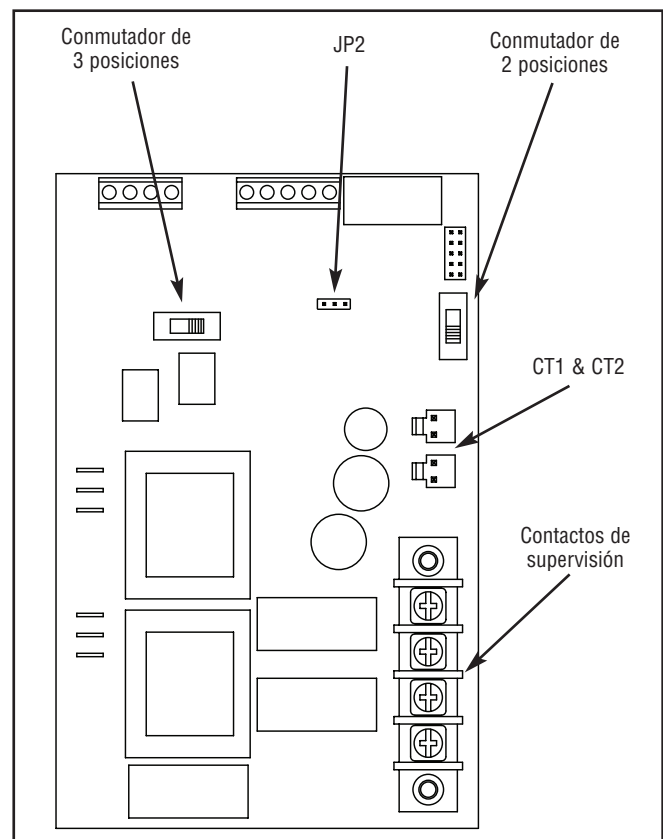

Figura 7 — Módulo de control
- Si el generador está instalado en una zona normalmente expuesta a temperaturas inferiores a 4 °C (40 °F), seleccione un tiempo de calentamiento de 50 segundos moviendo el puente instalado en JP2 (Figura 7) de la posición '20' a la posición '50'.
- Ponga el conmutador de 2 posiciones (Figura 7) en la posición adecuada para su sistema, 'NG' o 'LP'.
- Ponga el conmutador de 3 posiciones (Figura 7) de forma que coincida con el valor nominal de kW del generador instalado.